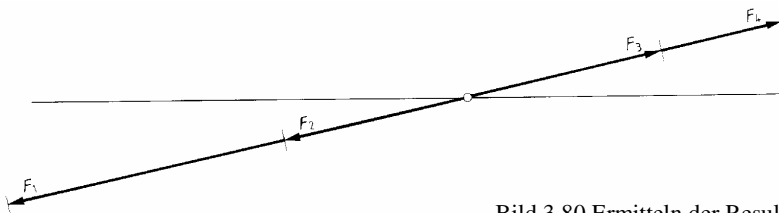

Bild 3.80 Ermitteln der Resultierenden
14. Die Kräfte F_1 , F_2 , F_3 und F_4 wirken in entgegengesetzte Richtungen (Bild 3.80). Es ist die Resultierende bei einem Kräftemaßstab von 1 cm entspricht 6 kN zu bestimmen.
16. Bestimmen sie zeichnerisch und rechnerisch die Kraft F_R , die das Fundament in Bild 3-80 aufzunehmen hat.